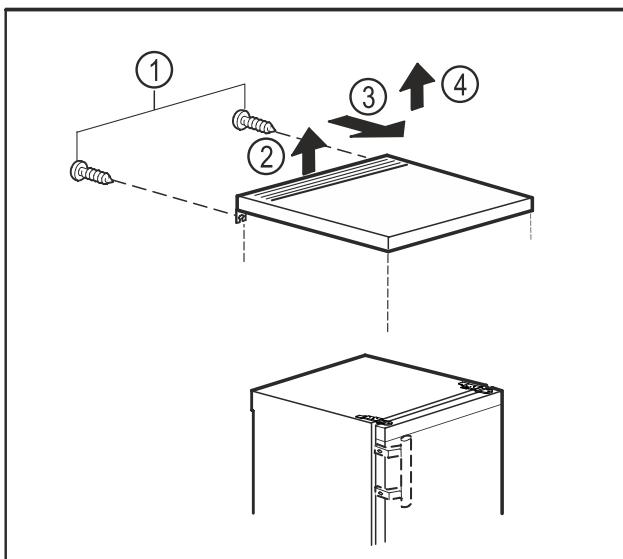

Fig. 9
- Lironi vidat në pjesën e pasme. Fig. 9 (1)
- Ngrini lart pllakën e sipërme në pjesën prapa. Fig. 9 (2)
- Shtyni nga përpara pllakën e sipërme. Fig. 9 (3)
- Hiqni pllakën e sipërme duke e ngritur lart. Fig. 9 (4)